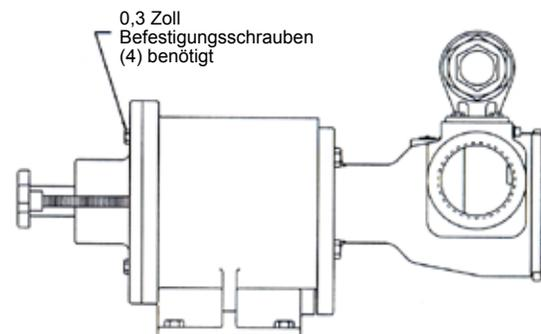

ABBILDUNG 40
5. Installieren Sie die (4) 0,38 Zoll Befestigungsschrauben. Drehen Sie die Abtriebswelle mit der Hand, um sicherzustellen, daß sich die Pumpe frei dreht. Siehe Abbildung 40.